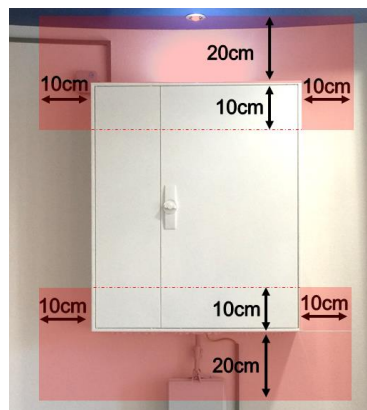

Bild 4: Installationsbereiche der Verbindungsdose, seitens elektrischer Verteilerschrank
- Seitens des Verteilerschranks: die Verbindungsdose ist oberhalb oder unterhalb des Verteilerschranks in den dargestellten Bereichen innerhalb der Abmessungen anzubringen, siehe Bild 4.